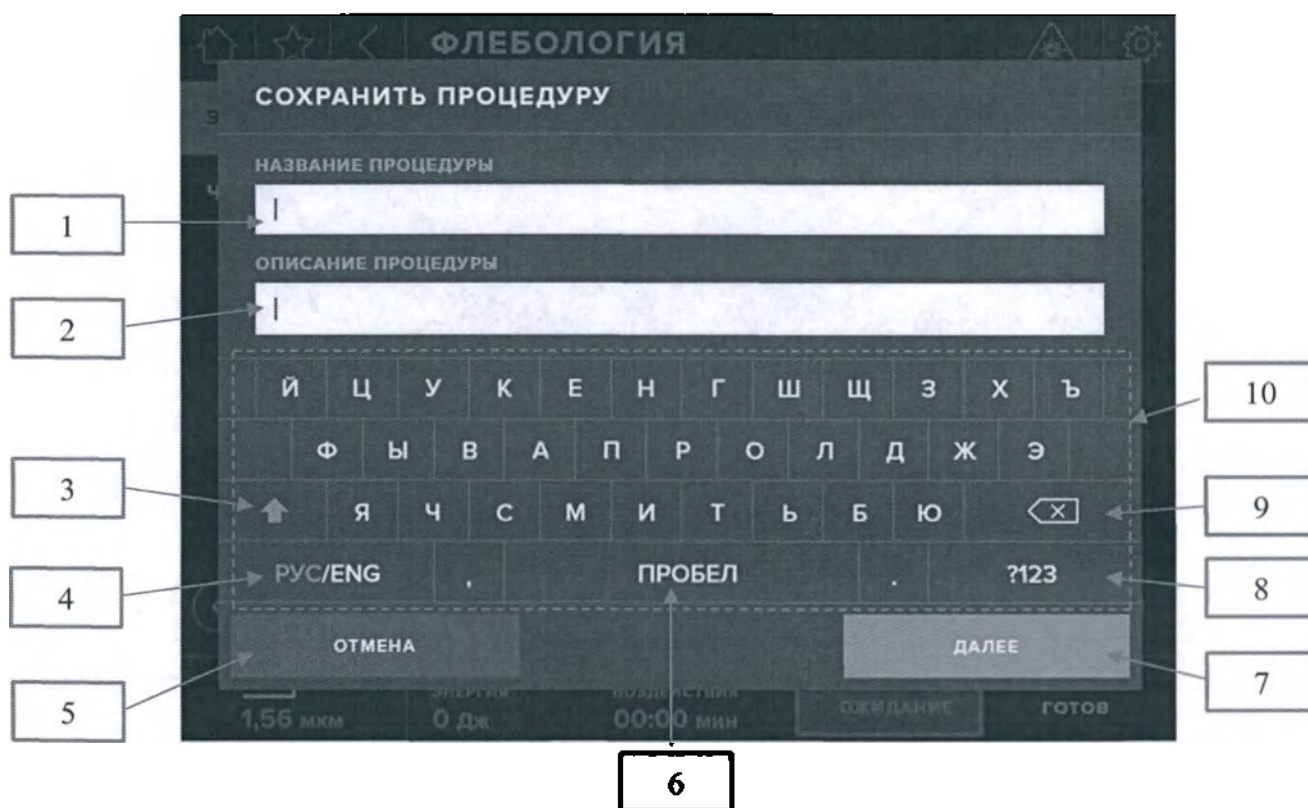

Рис. 18. Экран сохранения пользовательского режима
В открывшемся окне (рис. 18) необходимо ввести название процедуры (1) и описание процедуры (2) с помощью экранной клавиатуры (10), имеющей следующие клавиши:
- изменение регистра вводимых букв (3);
- изменение языка вводимых букв: русский/английский (4);
- добавление интервала между символами (6);
- переключение клавиатуры на цифру – символьную клавиатуру (8);
- удаление последнего введенного символа (9).